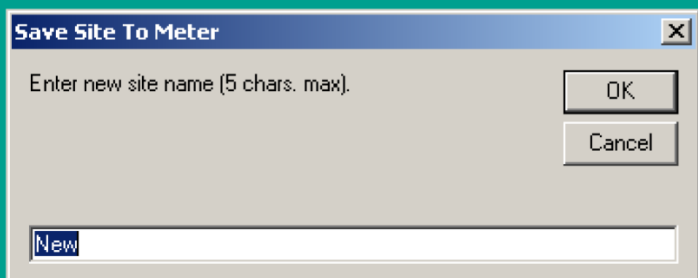

Figura 33: Ventana de entrada de nombre del sitio
2. Se abre una ventana similar a la de la figura 33. Ingrese el nombre deseado y haga clic en [OK (Aceptar)].